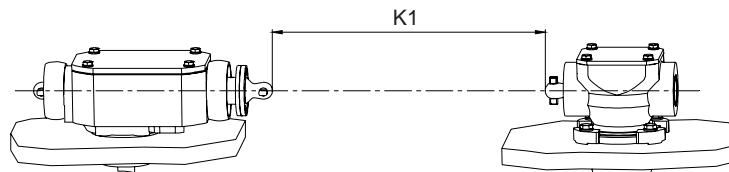

Fig. 39a.
1. Déterminer la dimension K1 entre les rotules de l'arbre (voir fig. 39a).